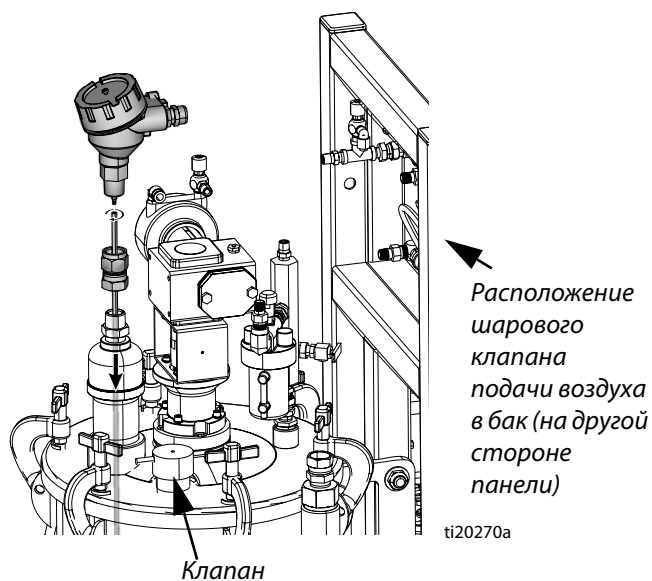

РИС. 9. Установка датчика уровня
1. Опорожнив бак, закройте шаровой клапан подачи воздуха и откройте латунный клапан на крышке бака, чтобы снять давление. См. РИС. 9.